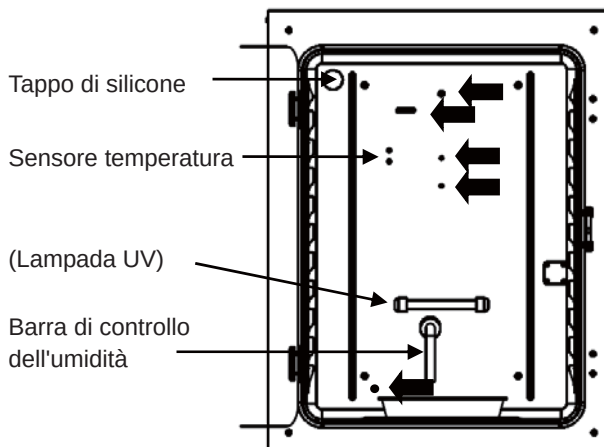

Fig. 2
Fare attenzione a evitare un'infiltrazione del detersivo diluito o di acqua nel sensore della temperatura, nella porta di iniezione del gas CO₂, nella porta di iniezione del gas, nell'accesso dell'aria dei campioni, nei cuscinetti dell'albero del motore e nell'uscita interna dell'aria dei campioni (punti evidenziati nella Fig. 2 da ◀▶). Inoltre non pulire il sensore della temperatura e la lampada UV con un detersivo. Ciò causerebbe dei guasti.
3. Estrarre il coperchio della vaschetta umidificante (Fig. 2).